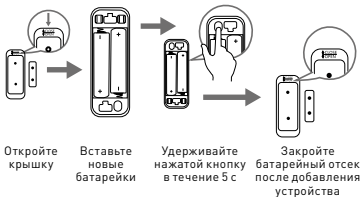

Рис. 3
5.4 Откройте крышку батарейного отсека. Вставьте 2 батарейки типа ААА, соблюдая полярность (Рисунок 3).
5.9 Убедитесь, что светодиод быстро мигает, если нет, пожалуйста, удерживайте кнопку сброса около 5 секунд, пока светодиод не начнет быстро мигать (рисунок 3).